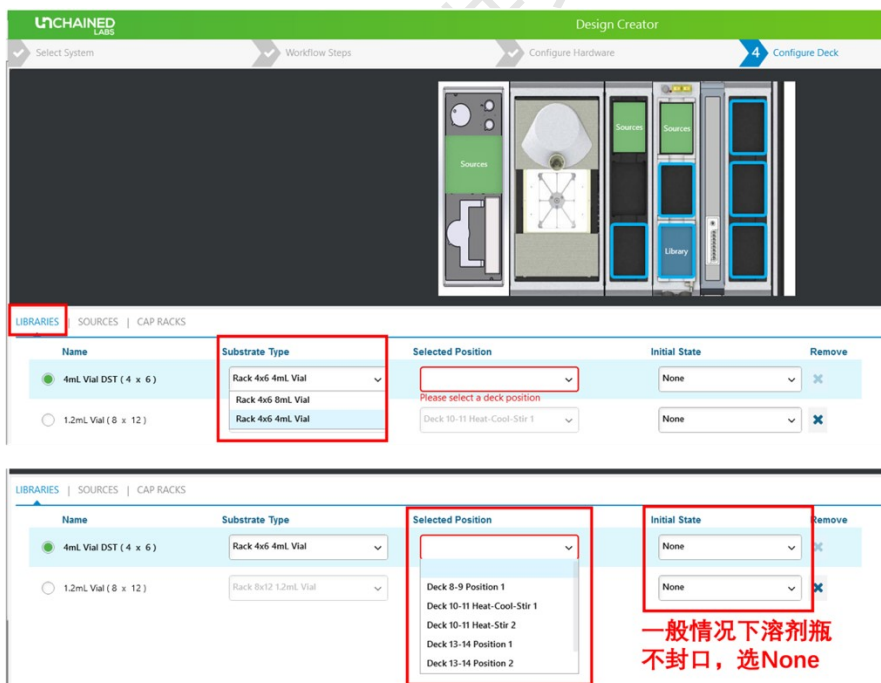

图 6-2-17
- i. **Libraries:** 确定 LS 软件中编辑过的 Libraries 在台面上的位置。如图 6-2-17，首先确定 Substrate Type，之后在 Selected Position 的下拉菜单中选择相应位置（可选位置也会在台面布置途中由蓝框标出，最终选定位置的会被蓝色选中）。选择台面位置时，注意是否匹配后续的加热、搅拌等步骤。